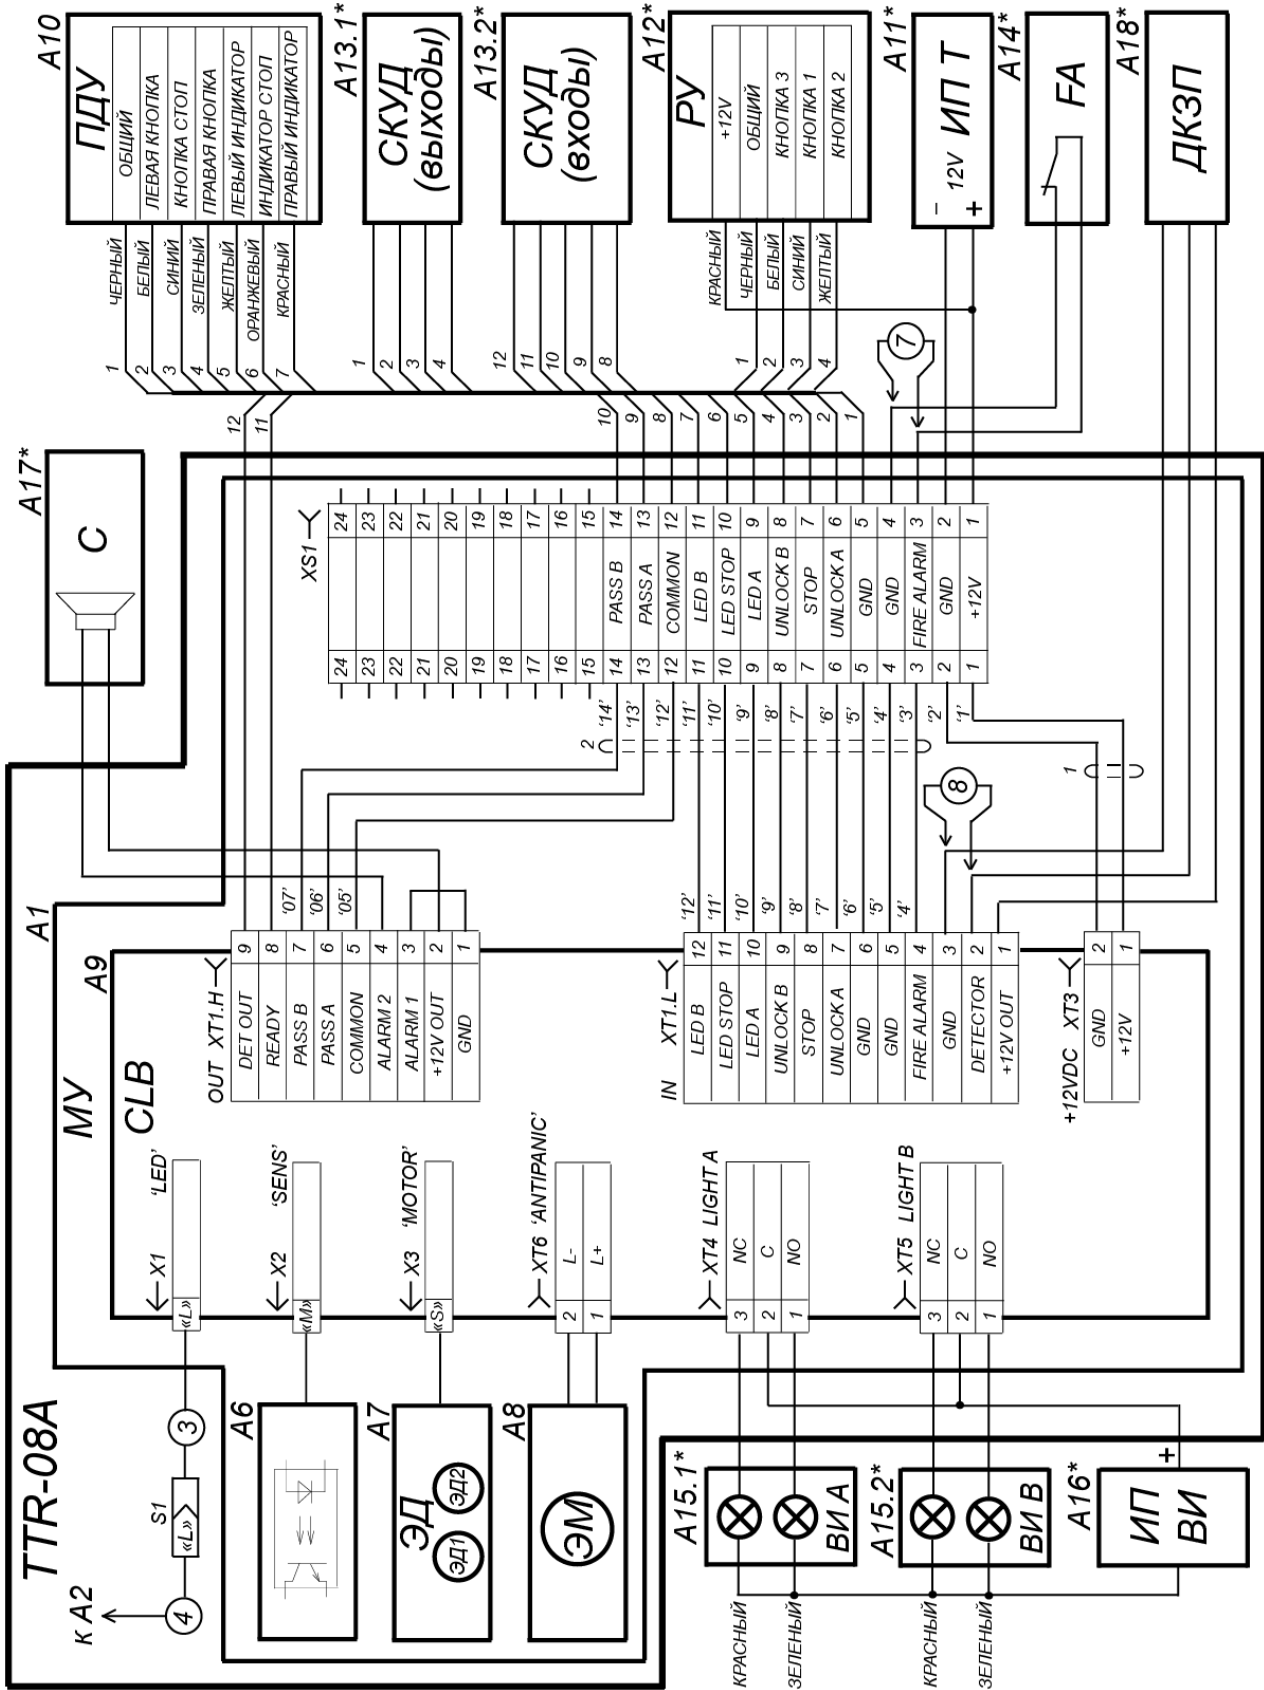

Рисунок 10. Схема электрическая соединений1
Схема подключения турникета приведена на рис. 10. Расположение клеммных колодок на плате управления указано на рис. 4. Используемые при монтаже кабели и их максимальная длина указаны в разд. 8.2. Рекомендации по подготовке установочной поверхности и организации зоны прохода приведены в разд. 8.1. При монтаже турникета придерживайтесь следующей последовательности действий:
2. В соответствии со схемой, приведенной на рис. 10, произведите разметку и разделку отверстий в полу под гильзы анкеров (15) для крепления стойки турникета.